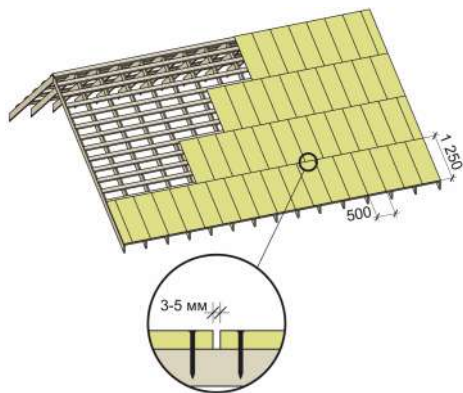

Рис. 5 Укладка сплошного основания из плит ОСП-3 или фанеры ФСФ по обрешётке.
- 3.1.3 Плиты необходимо разрезать и крепить в разбежку, как показано на рис.5.